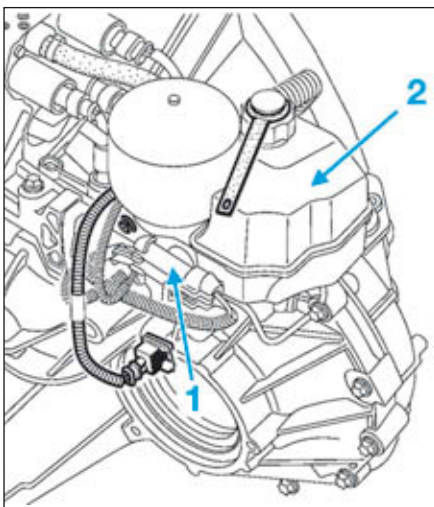

FIG.67
- Dégrafer le faisceau électrique (1) (Fig.67) du réservoir.
- Vidanger le réservoir (2) à l'aide d'une seringue.